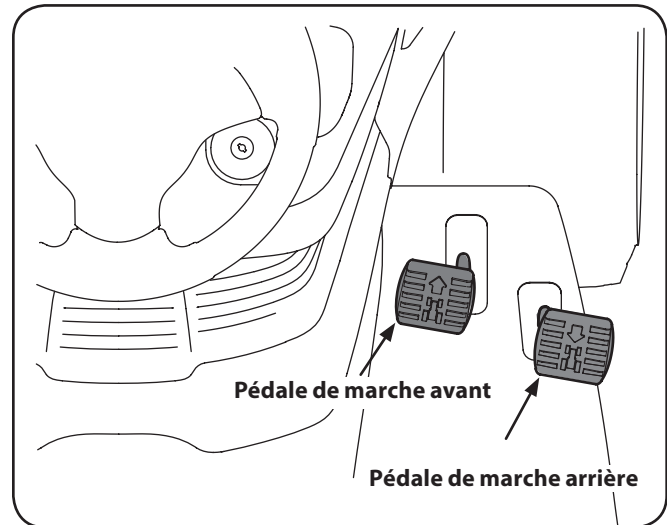

Figure 5-2
1. Appuyez légèrement sur la pédale de frein (O) pour désengager le frein de stationnement (P). Placez le levier d'accélération à la position RAPIDE (lapin).
2. Pour vous déplacer en marche avant, appuyez doucement sur la pédale de marche avant (↑) jusqu'à ce que vous atteigniez la vitesse désirée. Voir Figure 5-2.
3. Pour vous déplacer en marche arrière, regardez d'abord derrière vous et appuyez ensuite doucement sur la pédale de marche arrière (↓) jusqu'à ce que vous atteigniez la vitesse désirée. Voir Figure 5-2.